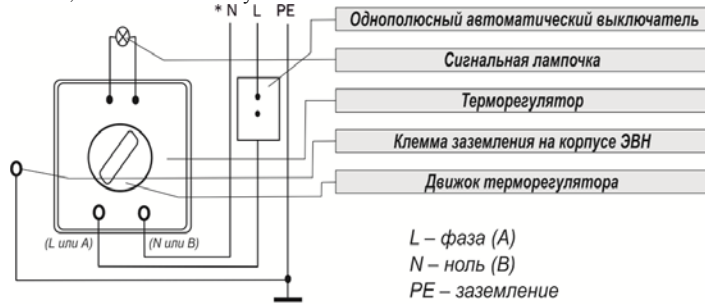
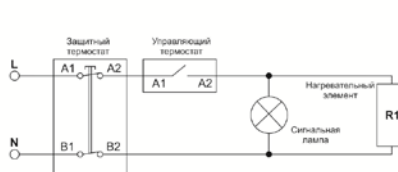

Рис. 7. Схема электрическая для моделей E-Series, O'Pro, EGO, O'Pro +
Рис. 11. Схема электрическая для моделей Steatite (S3C), D400-2-BC.
В цепь электропитания необходимо установить автоматический выключатель с током отсечки, равным 10А для ЭВН мощностью до 1,6 кВт и 16А для ЭВН мощностью от 1,6 кВт до 2,5 кВт. Подключение моделей E-Series, O'Pro, EGO, Round, O'Pro + (рис. 7, 8) и моделей D400-2-BC (рис. 11):
Подключение моделей O'Pro (PC) (рис. 7, 8) и Steatite (рис. 7, 9, 10, 11):